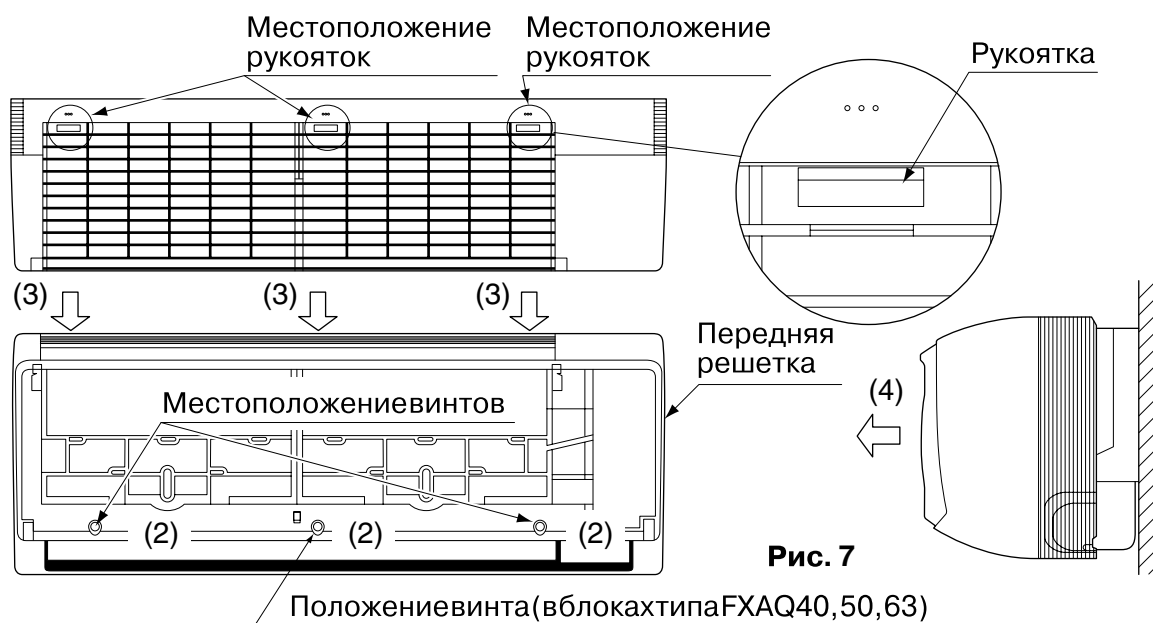

Рис. 7
- Обмотайте дренажный шланг и трубопровод для хладагента изоляционной лентой (4) таким образом, чтобы дренажный шланг располагался под трубопроводом для хладагента.
- Снимите лицевую решетку. (См. рис. 7)
- Уберите буферный материал, подставленный при выполнении шага (6).